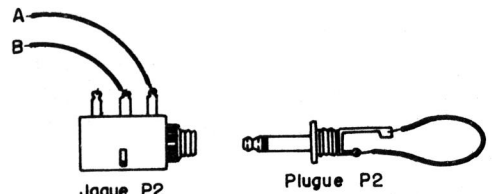

FIGURA 7
g) X e Y são bornes isolados enquanto que A e B são alfinetes comuns nos quais são soldados internamente os fios de ligação. Se a caixa usada for metálica, os alfinetes devem ser substituídos por um jaque isolado. Neste caso, o dispositivo de desarme pode ser um plugue correspondente, curto-circuitado, conforme mostra a **figura 7**.